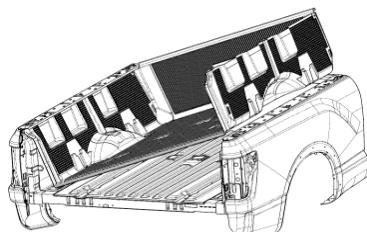

Fig. 4
- 4) Placer la doublure dans le camion en soulevant le côté passager pour que les serrures de doigt du côté conducteur sont installés sous le rail lateral (figures 4 et 5).